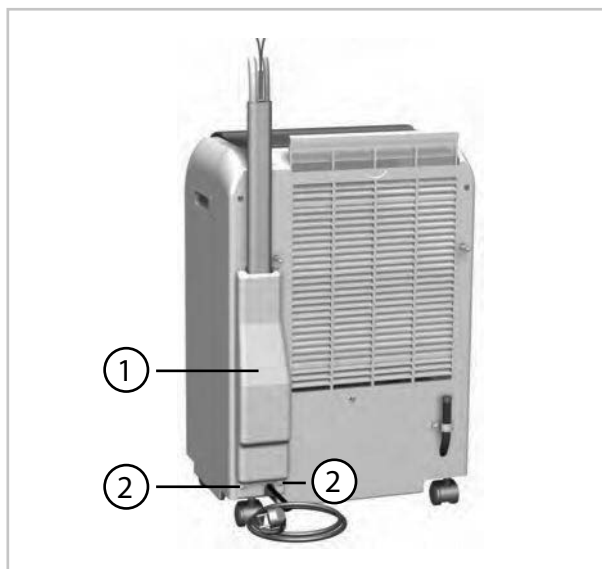

Fig. 12: Vue arrière - Unité intérieure
3. ➤ Enlevez les 2 vis du cache à l'arrière de l'appareil (Voir la Fig. 12).